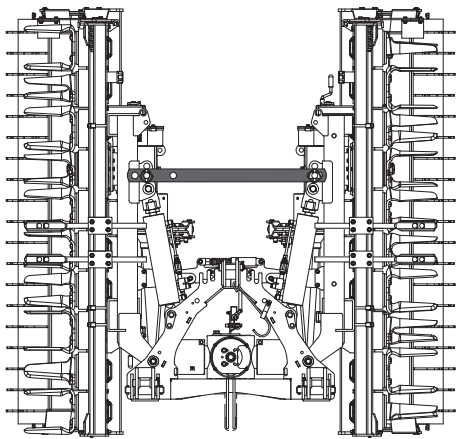

FIG. 33 Stange für den Transport eingesetzt
- Sicherheitsstange korrekt zwischen den zwei Eggenkörper eingesetzt (Fig. 33):
- Die Sicherheitsstange zwischen den zwei Eggenkörper einsetzen (Fig. 33)